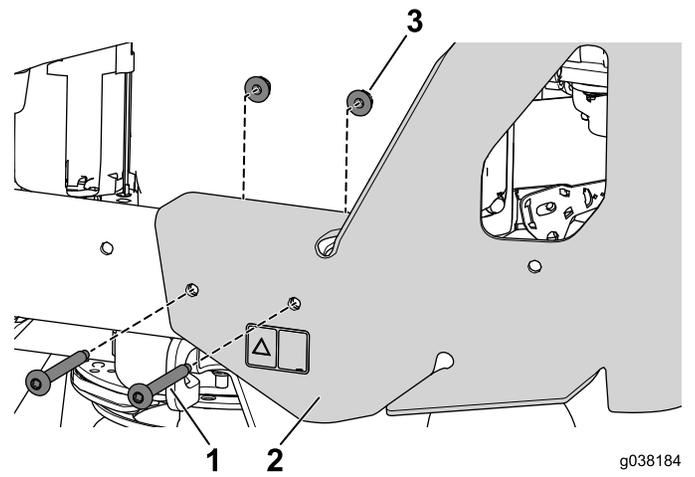

Figura 11
2. Retire los pernos y las tuercas que sujetan el lado izquierdo del protector trasero al bastidor (Figura 11).